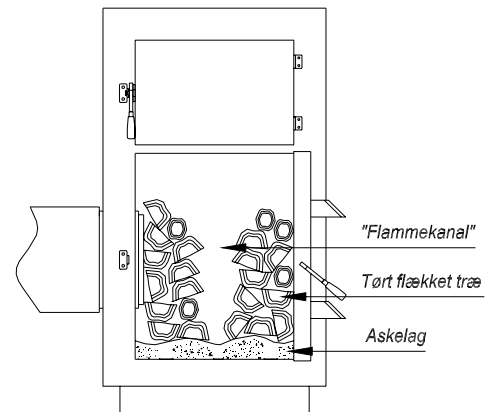

Fig. 7- Håndfyring i kedel
2. Fyld kedlen ca. halvt op med tørt og flækket træ (max . vand % 15-20), søg at friholde en åbning (kanal) på ca.10cm. bredde i midten af brændslet (flammekanal) som vist på fig. 7.